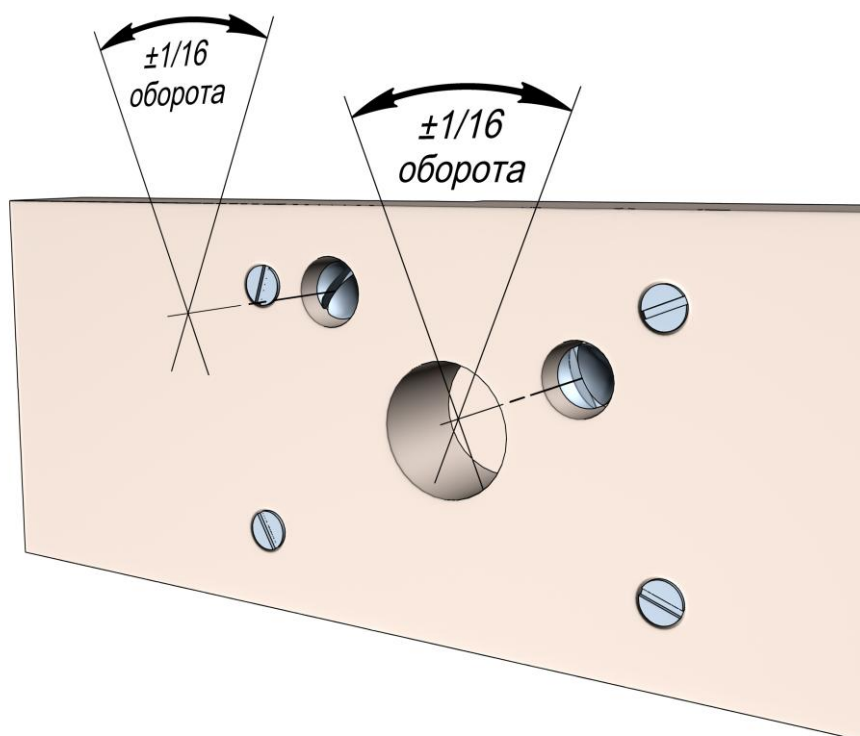

Fig. 6 Предел одного шага регулировки
- б. Отверните или заверните оба регулировочных винта поз. 5, но не более чем на $\pm 1/16$ оборота за один шаг регулировки, сдвигая нож параллельно вдоль его краёв (Смотрите fig. 6).